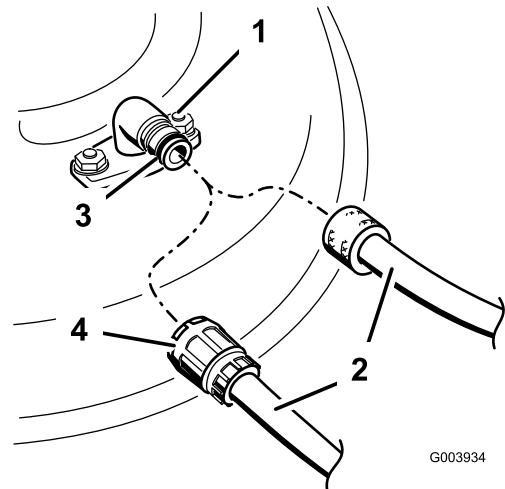

Figure 68
3. Branchez le raccord du flexible au raccord de lavage du tablier de coupe et ouvrez l'eau en grand (Figure 68).